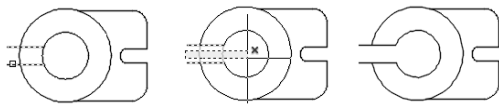

图 3-33 窗交选择修剪对象
(4) 选择“窗交”选项时，选择矩形区域（由两点确定）内部或与之相交的对象，如图 3-33 所示。
(5) 被选择的对象可以互为边界和被修剪对象，此时系统会在选择的对象中自动判断边界，如图 3-33 所示。